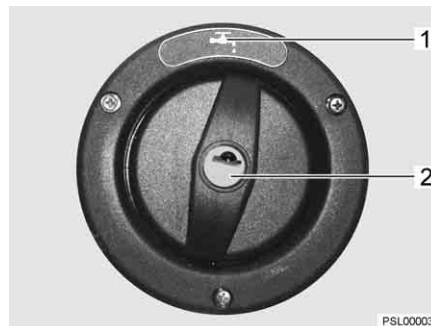

Fig. 66 Tapa de cierre para el tubo de llenado de agua potable
- ▶ El tubo de llenado de agua potable está identificado con el símbolo  (Fig. 66,1).
- Introducir la llave en el cilindro de cierre (Fig. 66,2) y girar en sentido contrario a las agujas del reloj.